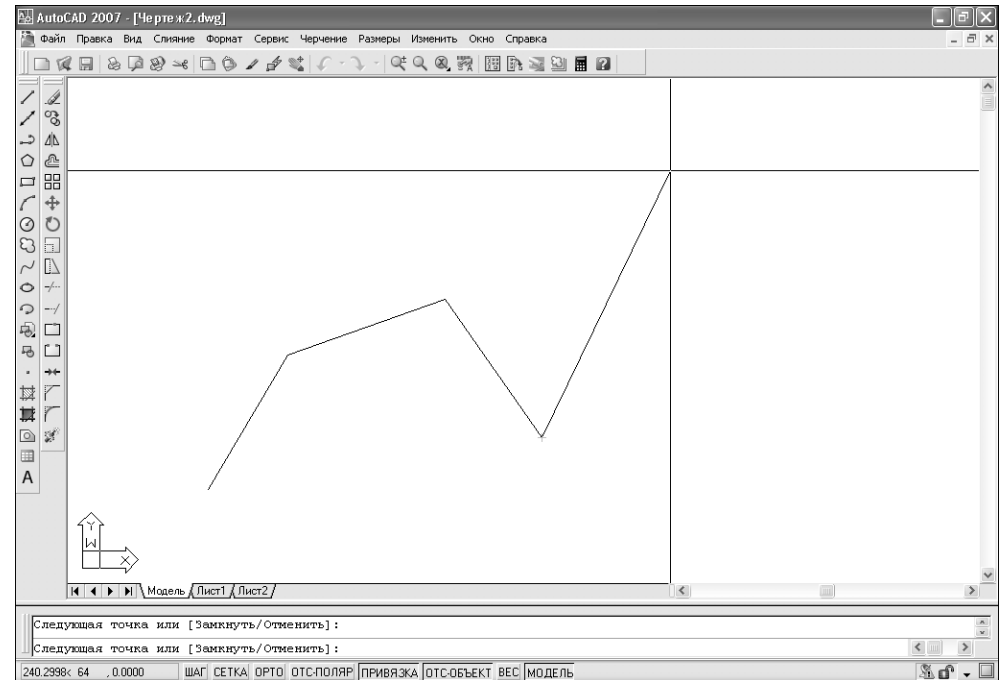

Рис. 2.4 ▼ Построение четвертого отрезка ломаной линии
*Примечание.* Для запуска инструмента **С линиями** (Line) можно также выбрать из системы меню команду **Черчение** ⇒ **Отрезок** (Draw ⇒ Line) или ввести в командном окне команду **Отрезок** (LINE) либо ее псевдоним **от** (L).
- Продолжайте перемещать указатель по экрану и выбирать точки в области черчения. Тем самым вы будете добавлять новые отрезки к ломаной линии (рис. 2.4). Обратите внимание, что в командном окне после выбора очередной точки снова и снова повторяется запрос: **Следующая точка или [Замкнуть/Отменить]:** (Specify next point or [Close/Undo]).